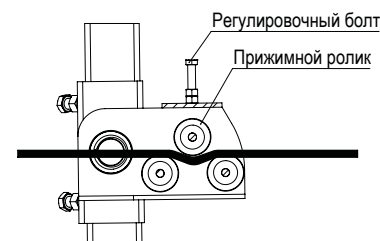

Рис. 8. Регулировка прижимного ролика
- на модели ВРК Буран-11 необходимо отрегулировать усилие прижима арматуры с помощью прижимного ролика (см. рис. 8). Необходимо добиться наименее возможного усилия прижима, достаточного для того, чтобы толкатель прожимал пружину тормоза.